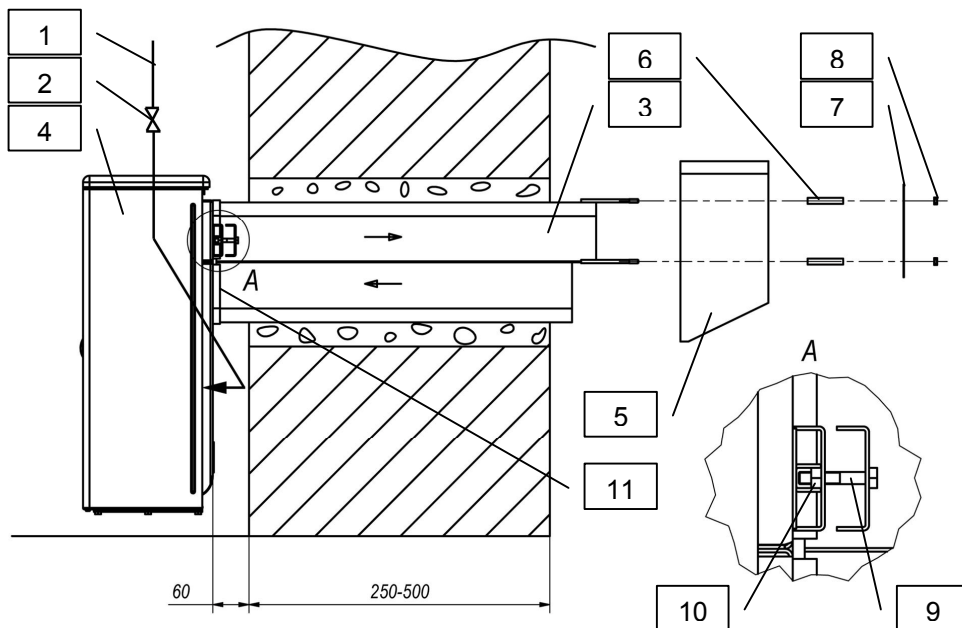
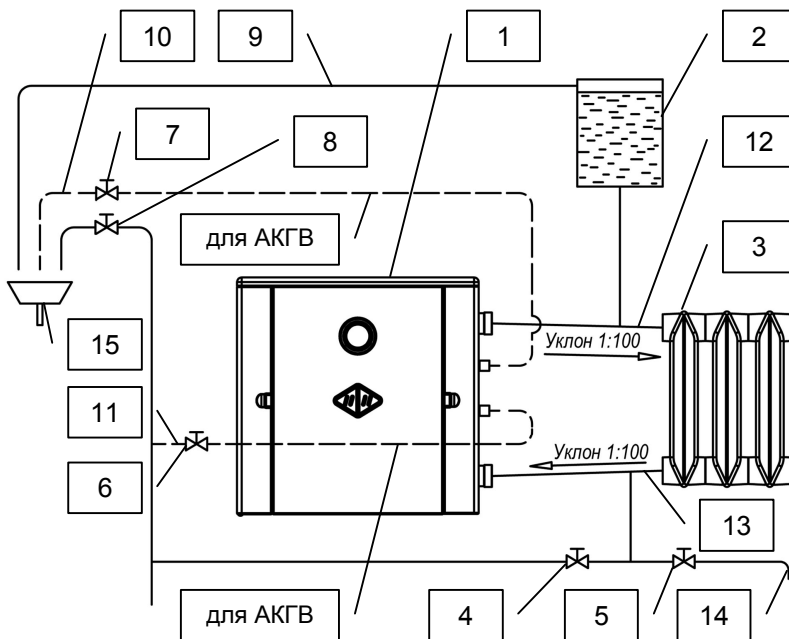

Рис.6 – монтаж аппарата с ветрозащитой
Рис.7 - монтаж аппаратов АОГВ и АКГВ
6.7 В наружной стене здания пробейте проем 260мм x 260мм для трубы рис.6, поз.3, и отверстия под анкера, руководствуясь требованиями, изложенными в п.6.3 и 6.4. После подготовительных работ по пробивке проема и установки анкеров, необходимо подсоединить трубу к аппарату при помощи болтов 9
и гайк 10 (рис.6), навесить аппарат с трубой на анкера, выдерживая размер 60мм. (рис.6) с уклоном трубы наружу примерно 6мм. Зафиксировать трубу в этом положении деревянными клиньями, избегая ее деформации. Отсоединить аппарат от трубы. Заполнить полость между трубой и стенками пробитого канала цементным раствором. После затвердения раствора уложить в канавки на задней стенке аппарата шнур уплотнительный рис.6, поз.11, предварительно смочив его водой. Произвести навеску на анкера и состыковку аппарата через уплотнительный шнур с трубой, соединить их окончательно между собой болтами 9 и гайками 10.
6.8 Установку ветрозащитного устройства выполнить в соответствии с рис.6, в следующей последовательности:
6.9 В соответствии с рис.7, подсоедините аппарат АОГВ к системе отопления, а аппарат АКГВ - и к системе горячего водоснабжения. На газоподводящей трубе перед аппаратом обязательно должен быть установлен газовый кран (рис.6, поз.2), перекрывающий подачу газа к аппарату.
6.10 Заполните систему отопления и аппарат водой от водопроводной сети медленным открытием вентиля рис.7, поз.4. Контроль заполнения системы осуществляется по сигнальной трубе рис.7, поз.9.